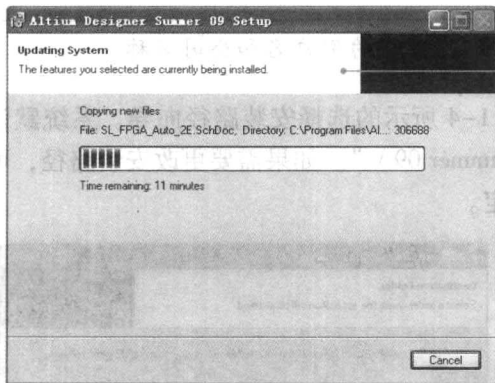
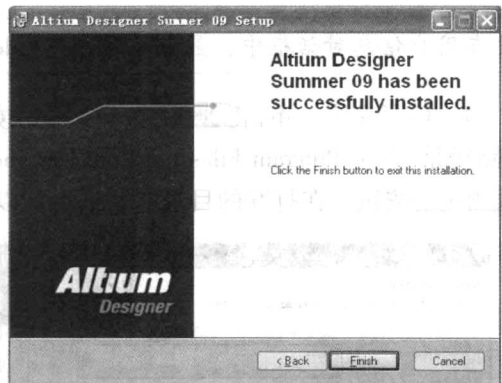

图 1-7 安装 Altium Designer Summer 09
图 1-8 安装结束对话框
7) 单击 **Next >** 按钮，系统开始安装，如图 1-7 所示，进度条表示了安装过程大体需要的时间。安装完毕，系统弹出如图 1-8 所示的软件安装结束对话框。